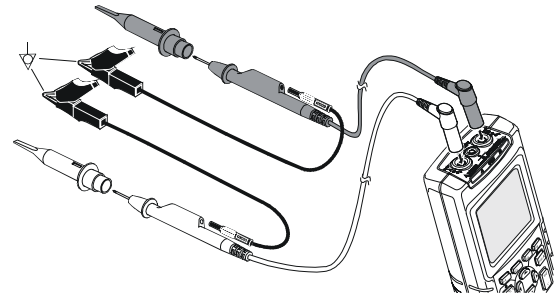

Figure 3-2. Mise à la terre avec conducteur de terre court
- Utilisez le ou les conducteurs de terre courts pour la mesure des signaux DC ou AC sur le l'entrée A et l'entrée B. (Voir la Figure 3-2.)